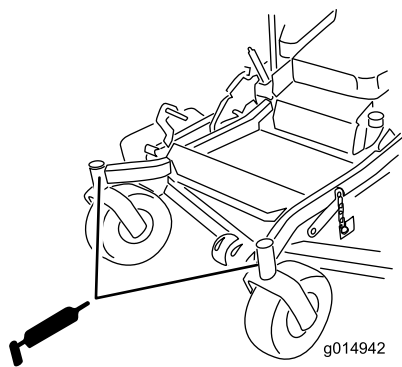

Figura 34
7. Retire el adaptador de engrase del punto de engrase. Instale el tapón hexagonal y la tapa (Figura 34).